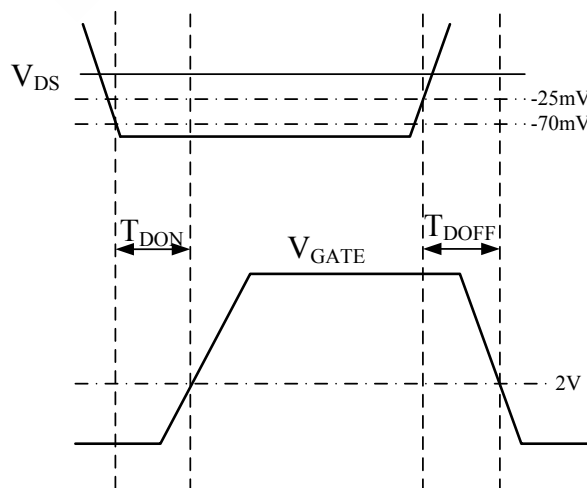

图1
CR3016 (L) 通过检测同步整流管漏极电压的变化来发出脉冲信号控制同步整流开关管的导通与关断。如图1所示在退磁时间开始阶段，输出端通过同步整流开关管体内的寄生二极管续流，由于体二极管的导通压降大于同步整流管开启阈值电压，此时控制电路在延时 150ns 后将 GATE 输出电压拉高，同步整流管开启。
当 V_{DS} 电压上升到同步整流管关断阈值电压（-25mV）时，如图1所示，内部控制电路在约20ns 的关断延时后将GATE电压拉低。